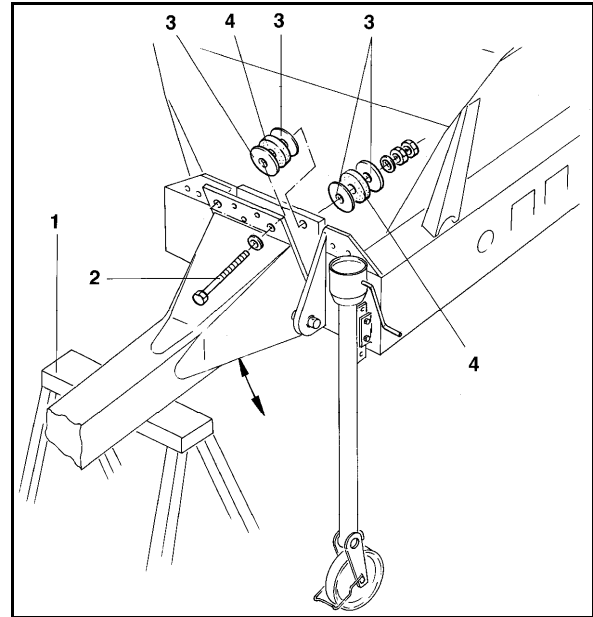

Fig. 49
2. Apoyar la lanza sobre un caballete estable (Fig. 49/1) y aflojar los dos tornillos de fijación (Fig. 49/2).
3. La lanza se puede ajustar colocando de forma regular las arandelas distanciadoras (Fig. 49/3). No se pueden retirar los topes (Fig. 49/4), ya que amortiguan los golpes que el tractor transfiere a la esparcidora.